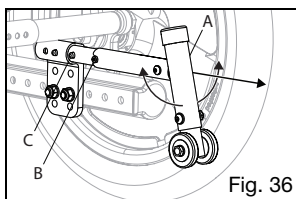

Fig. 36
- a. Tire del antivuelco (Fig. 36:A) hacia atrás para desenganchar los pernos de bloqueo giratorios (Fig. 36:B).
- a. Presione los botones (Fig. 36:C) de los antivuelco.